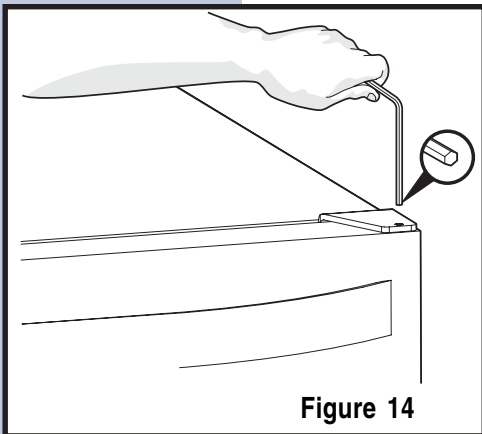

Figure 14
- 1 Enlevez (avec une clé Allen de 7/64 po) la cheville à vis de la charnière supérieure de la caisse (**Figure 14**). Enlevez la porte en la faisant basculer vers l'avant et en la soulevant pour la dégager de la tige de la charnière inférieure.